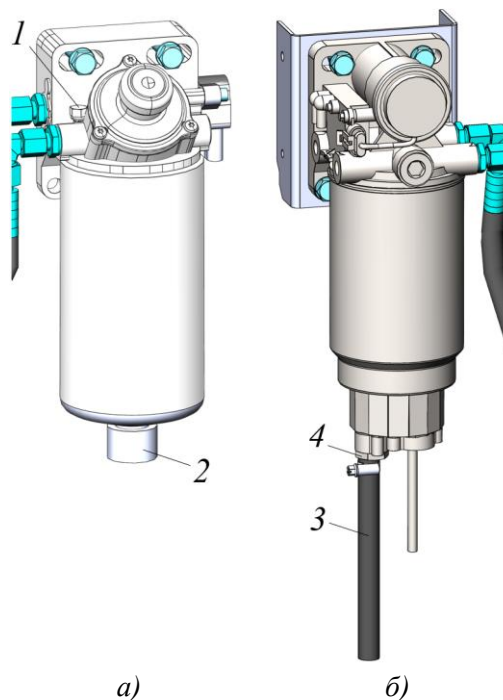

Рисунок 5.43. Фильтры грубой (предварительной) очистки топлива
- ▶ Разместить емкость  для слива топлива под резьбовой пробкой 2, рис. 5.43 а).
- Разместить емкость  для слива топлива под сливным шлангом 3, рис. 5.43 б).